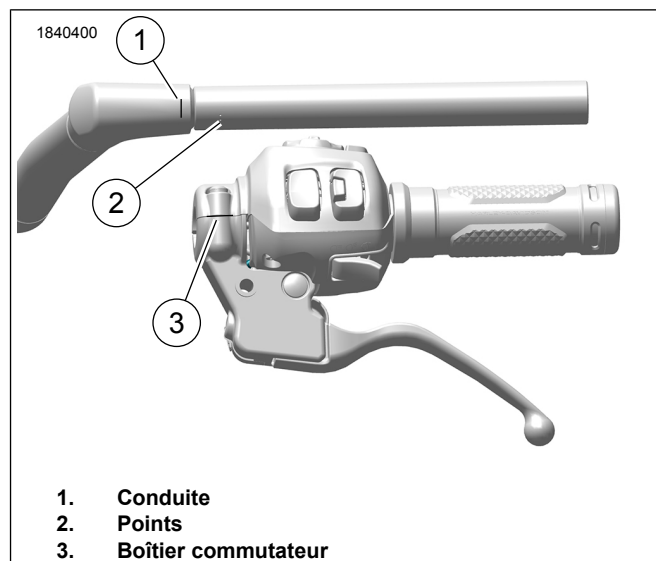

Figure 8. Marquages de guidon
D'autres modèles et guidons P&A ont des points d'alignement, Figure 8. S'il s'agit d'un guidon P&A, ajuster la position du boîtier de commutateurs et du levier de frein sur le guidon pour le confort du pilote.
- Guidons sans soudure** : Figure 8 Installer la bride contre les points sur le guidon, en maintenant la fente de la bride entre les deux points (2) ou la ligne (1).
- Guidon avec soudure** : Figure 8 Installer la bride contre la soudure, en maintenant la fente de la bride entre les deux points (2) ou la ligne (1).